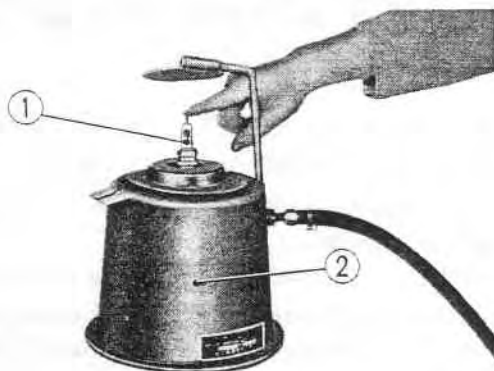

Fig. 7-11 ① Bougie ② Appareil de nettoyage
2. La meilleure façon de nettoyer une bougie est d'utiliser un appareil de nettoyage des bougies; cependant, si l'on ne dispose pas de cet appareil, un résultat satisfaisant peut être obtenu en utilisant une brosse métallique ou une aiguille rigide pour enlever les dépôts, puis en lavant à l'essence. (Fig. 7-11)